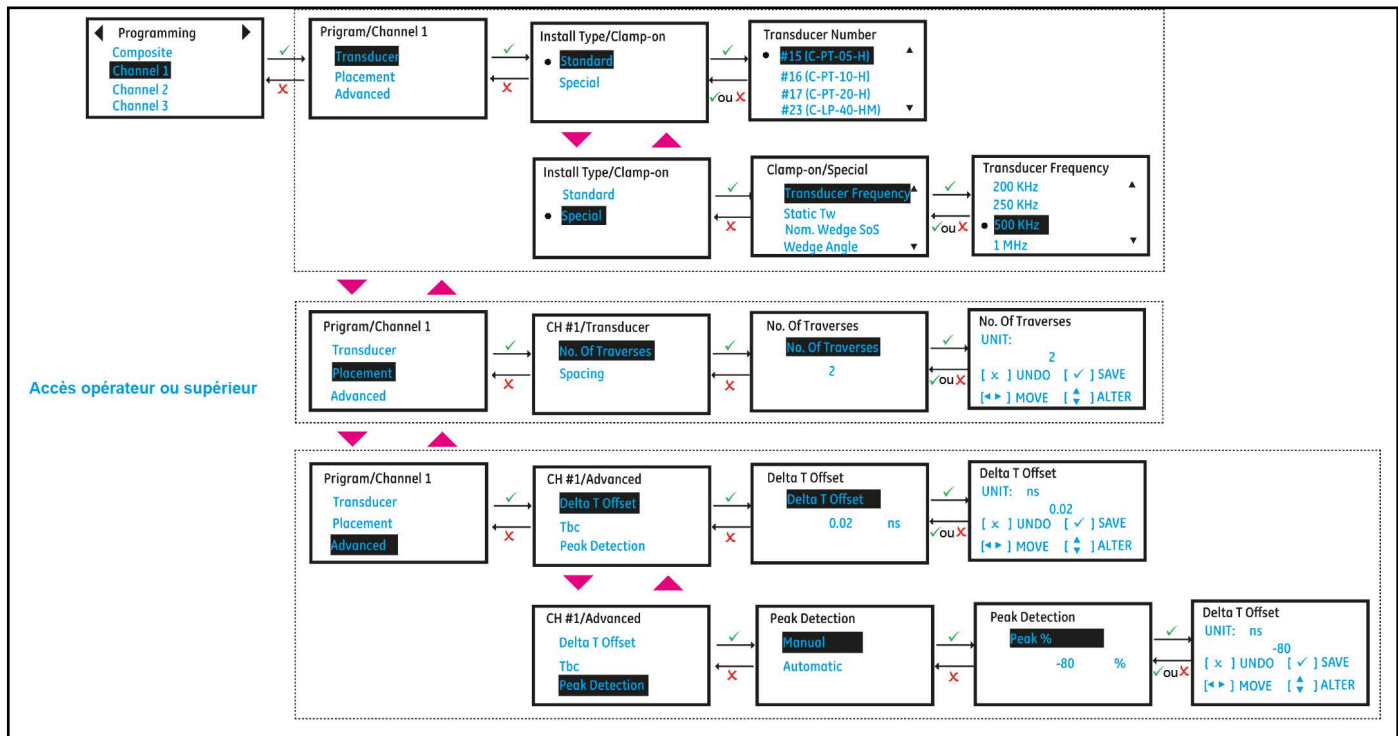

Figure 50 : Programmation des canaux (transducteur, placement et fonctions avancées)
1. Se référer à Figure 50, sélectionnez **Placement** [**Placement**] et appuyez sur **Enter** [**ENTRÉE**].